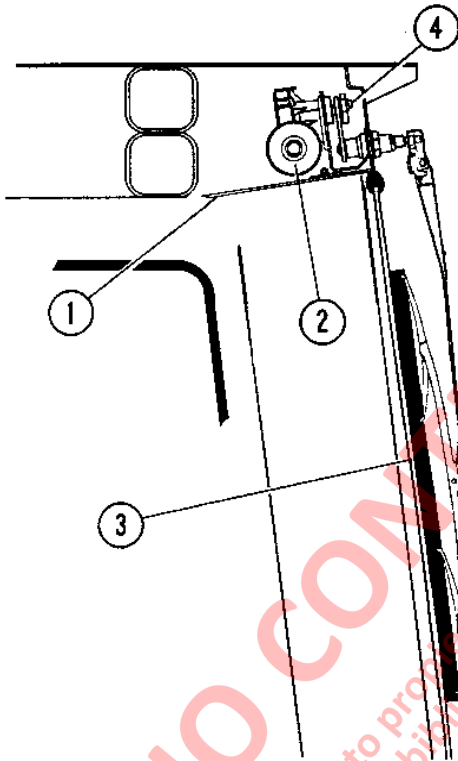

FIGURA 3-1. MONTAJE DEL LIMPIAPARABRISAS
1. Baje el panel de acceso (1, Figura 3-1) sobre el parabrisas (3)
3. Retire el sistema articulado del retén del eje de salida (4), rotando el retén hacia la izquierda.